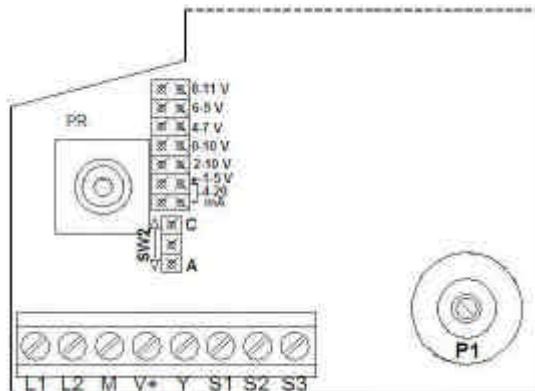

FIG. 2
Per il campo 4...20 mA occorre posizionare due ponticelli utilizzando anche quello predisposto in posizione aperta (Fig. 2).
### Anche il senso di azione può essere invertito spostando il ponticello SW2 dalla posizione C alla A (Fig. 2).
- In caso di MVB52/56, verificare che il ponticello SW2 sia su A (Fig. 2).